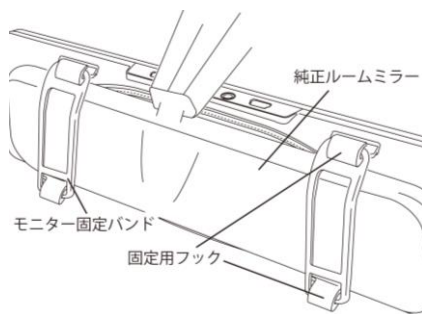

図7
- 3) 純正ルームミラーを挟み込むように、1)で取り付けしたモニター固定バンド×2本をルームミラーの背面を通して固定用フックの下側に掛けてください(図7参照)。